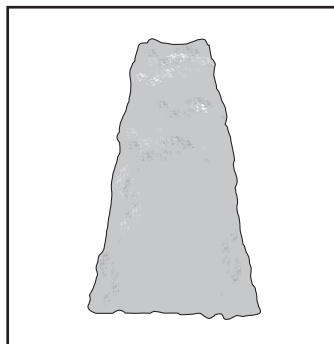

Fig. 10
**NOTA:** Se recomienda dar al seto una forma trapezoidal (Fig. 10). El corte trapezoidal coincide con el crecimiento natural de las plantas y optimiza el crecimiento del seto, ya que recibe más luz en la parte inferior.